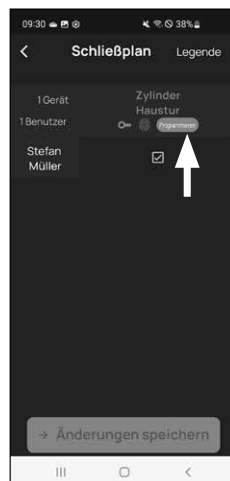

Fig. 4
- 5 Quando forem feitas alterações no plano de bloqueio, a exibição do respectivo cilindro aparece em vermelho e é complementada pelo botão "Programação". O aplicativo informa que as configurações ainda não foram transferidas para o cilindro. Para fazer isso, toque no botão vermelho "Programação" em cada cilindro (Fig. 4).